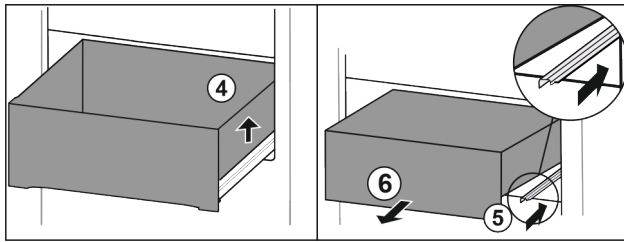

Fig. 24
- ▶ Sollevare il cassetto a destra. Fig. 24 (4)
- ▶ Inserire la guida destra. Fig. 24 (5)
- ▶ Rimuovere il cassetto tirandolo in avanti. Fig. 24 (6)